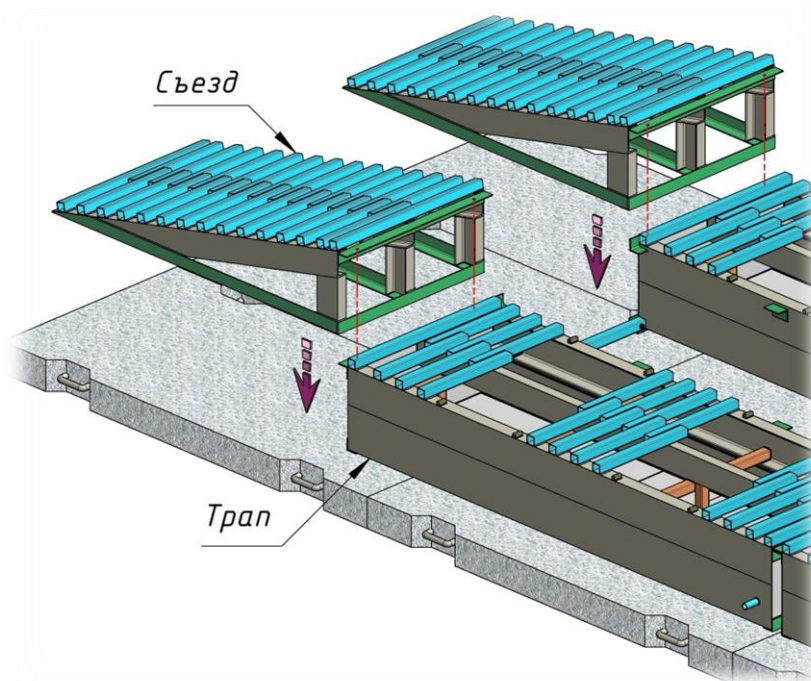

Рисунок 5
– позади смонтированных трапов устанавливаются два съезда, каждый из которых крепится с помощью двух болтов M12x40/гаек M12/шайб 12 (смотри рис. 5);